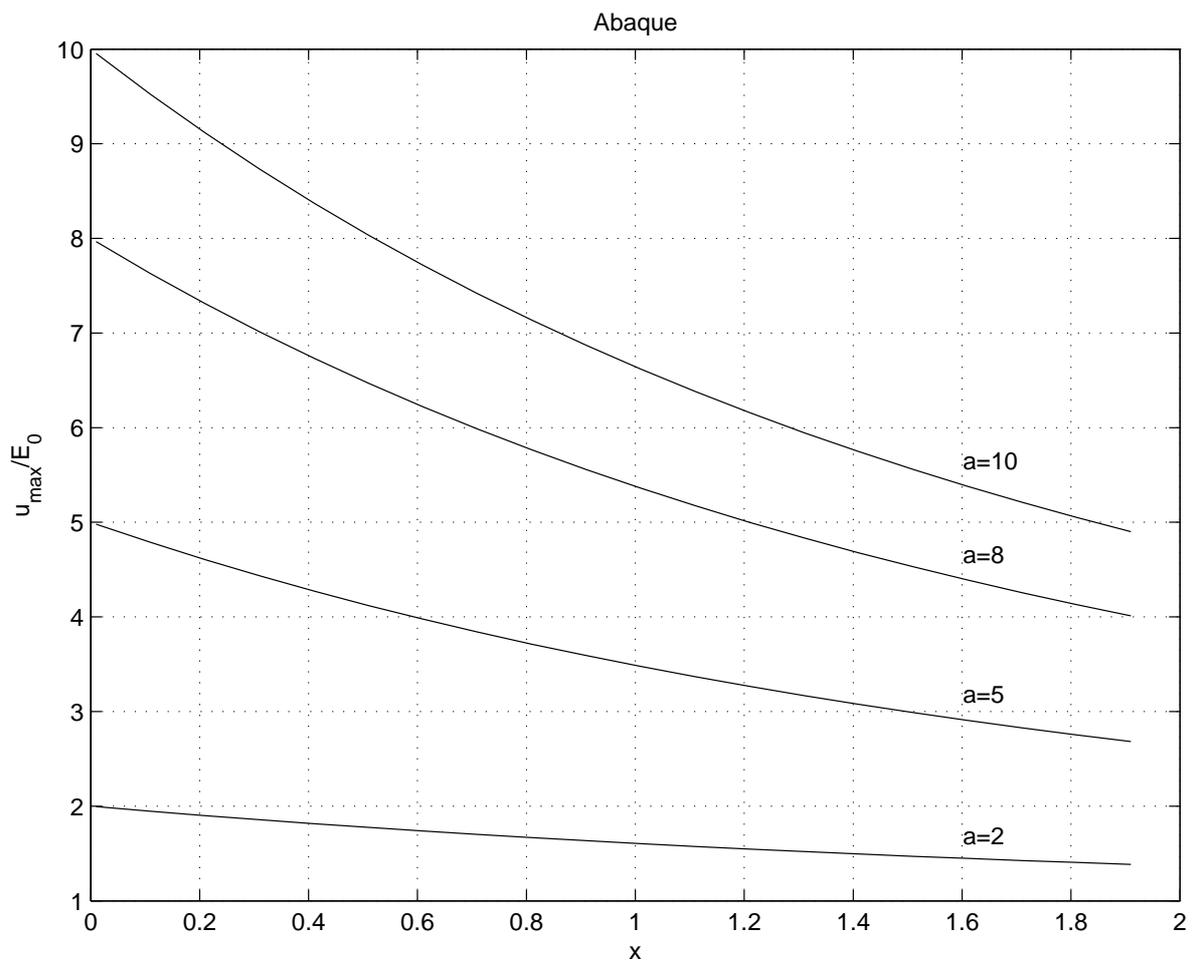

FIG. 13 – Abaque
L'abaque de la figure 13, représente la fonction :
- 6.9)** En utilisant l'abaque de la figure 13, déterminer la fréquence d'échantillonnage maximale qui permet de satisfaire au cahier des charges.